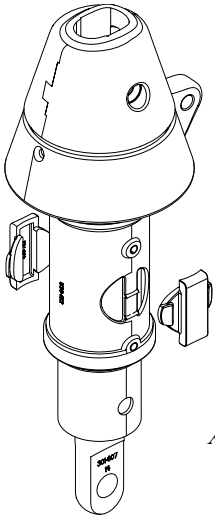

Abb. 5.3.2a
2. Setzen Sie die beiden Mitnehmer ein, wie abgebildet in Abb. 5.3.2a. Sichern Sie diese während des Zusammenbaus mit Tape.